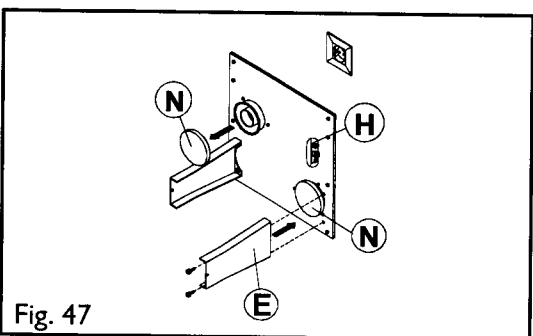

Fig. 47
Skruva fast upphängningsarmarna (E) vid väggstativet (fig. 47). Dra åt skruvarna hårt. Ta bort skyddspropparna (N) för insugnings- och utblåsningsrören.
För centralenheterna (fig. 48) kopplas även lågspänningskontakten (G) till uttaget (H, fig. 47) i väggstativet samt nätsladden (I) till vägguttaget (K). Kontrollera funktionen. Om centralenheten inte har någon TEST-knapp, kan den startas genom att kortsluta dammsugarens startkrets i lågspänningskontakten (G) med en kabelbit.